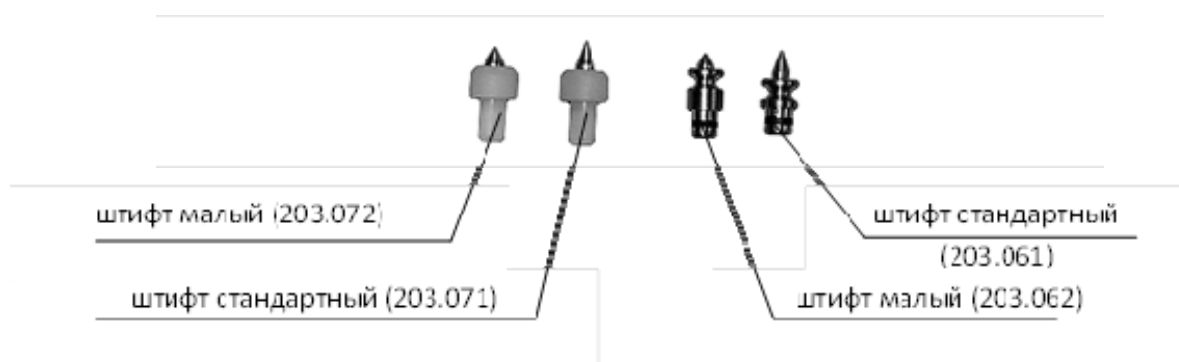

**Рисунок 9.**
6.5 Приспособления комплектуются несколькими видами штифтов для черепного фиксатора (Рисунок 9).